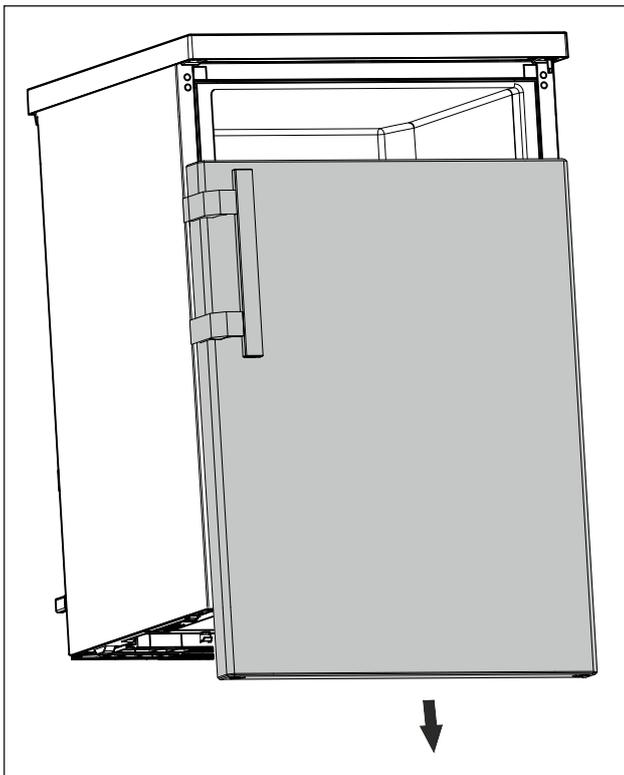

Fig. 12
- ▶ Rimuovere la porta verso il basso. (vedere Fig. 12)